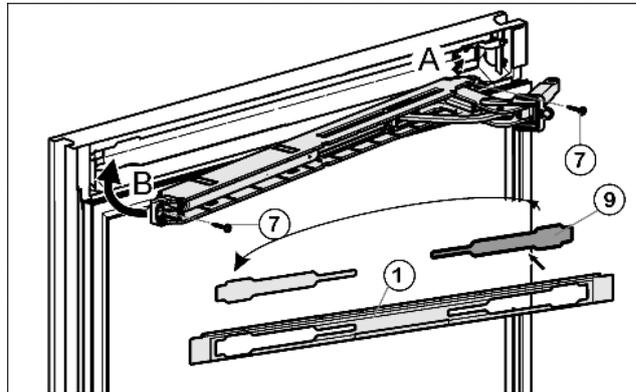

Fig. 15
- ▶ Détacher le cache Fig. 15 (9) du panneau Fig. 15 (1) et le remettre en place de l'autre côté.
- ▶ Encliqueter l'unité supérieure de l'amortisseur de fermeture avec l'articulation du côté charnière (A) et la guider pour la repositionner (B).
- ▶ Visser l'unité d'amortisseur de fermeture à fond (2 Torx® 15) Fig. 15 (7).